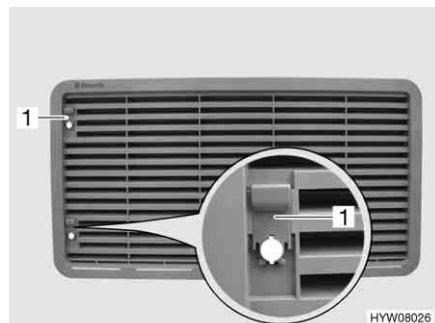

Fig. 100 Griglia di aerazione del frigorifero (con cursore)
- Spingere il cursore (Fig. 100,1) verso l'alto.